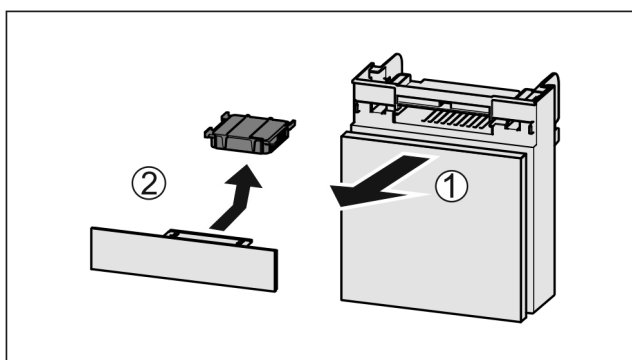

Fig. 44
- ▶ Zásuvku vytáhněte dopředu Fig. 44 (1).
- ▶ Filtr s aktivním uhlím vyjměte Fig. 44 (2).